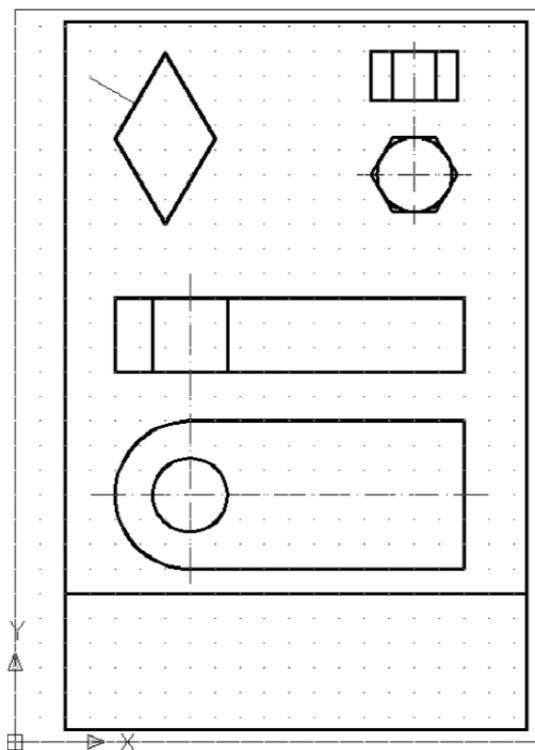

Рис. 3.5. Вычерчивание элементов чертежа с использованием объектной привязки
Выполнить построения в соответствии с рис. 3.5:
7. Построить осевые линии окружности (рис. 3.5):
- вызвать команду **Line** (Линия) и определить начальную точку в соответствии с рис. 3.5 (линию слежения тянуть от центра окружности). Для определения конечной точки потянуть курсор вниз и щелкнуть мышью за пределами изображения окружности;
8. Аналогично п. 5 построить изображение второй проекции (вид спереди) детали, показанной на рис. 3.5, – прямоугольник, вертикальные линии которого находятся в проекционной связи с соответствующими крайними точками окружности, а также дуги и прямой линии. Затем провести осевые линии.
- вызвать команду **Line** (Линия), на запрос о вводе первой точки щелкнуть мышью на месте экрана согласно рис. 3.5, а на запрос о второй точке ввести ее полярные координаты в относительном формате @40<120;
- выделить мышью все осевые линии (см. рис. 3.5);